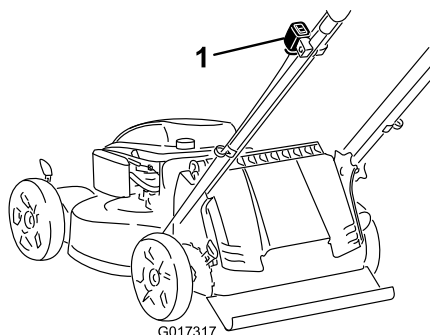

Figura 14
1. Si el interruptor de encendido de su máquina (Figura 14) es de tipo basculante (con “P” y “Stop”), ponga el interruptor en la posición (“P”). Si no, vaya al paso 2.